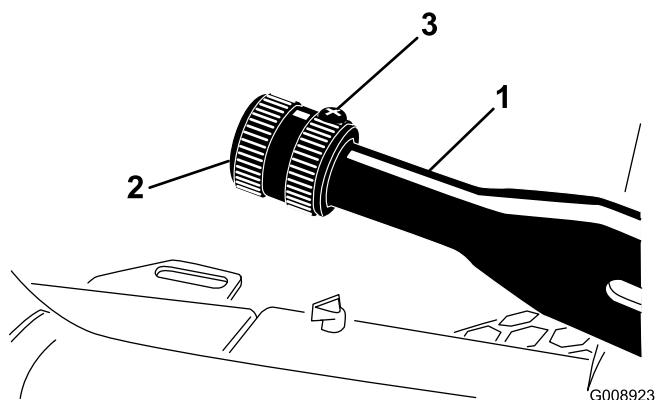

Figure 65
1. Desserrez la vis de fixation du bouton sur le levier du frein de stationnement (Figure 65).